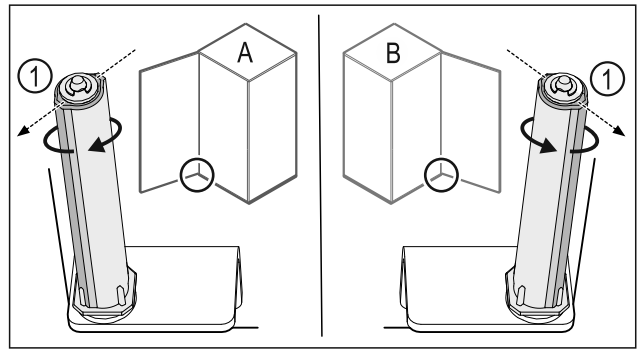

Fig. 39 Розкриття ліворуч (A) / Розкриття праворуч (B)
- ▶ Систему закриття повертати проти опору доки перемичка системи закриття Fig. 39 (1) не показуватиме назовні.